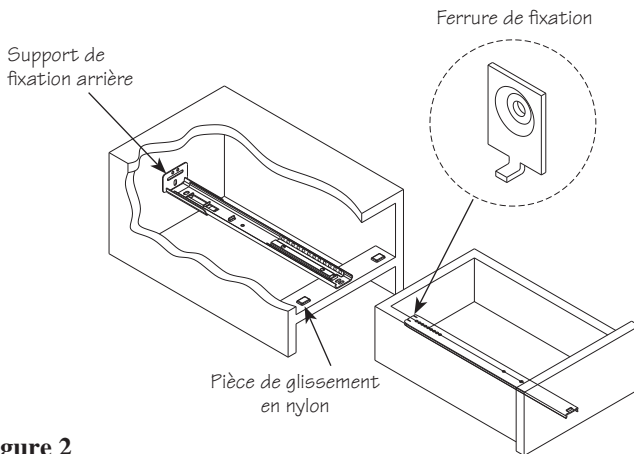

Figure 2
- Intégrez une pièce de glissement en nylon comprise de chaque côté de la traverse du meuble, comme le montre la **figure 2**.